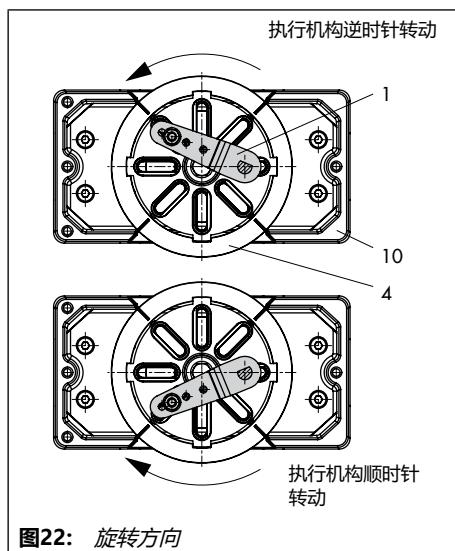

图22：旋转方向
2. 将耦合轮 (4) 以平坦侧朝向执行机构放置在从动夹具 (3) 上。参考图22对准插槽，使其在阀门处于关闭位置时与旋转方向匹配。
3. 使用螺钉 (4.1) 和碟形弹簧 (4.2) 将耦合轮 (4) 和从动夹具 (3) 牢固地固定在执行机构轴上。
4. 将底部成对支架 (10.1) 固定在执行机构外壳上，使其折弯朝向内侧或外侧（具体取决于执行机构的尺寸）。调整顶部成对支架位置 (10) 并予以固定。
5. 在定位器上安装连接板 (6) 或带压力表的压力表支架 (7)，确保两个密封件正确就位。双作用无弹簧角行程执行机构需使用位于定位器壳体连接端的反向放大器（参见小节 5.9）。
6. 从定位器的 M 操纵杆 (1) 上拧下标准从动销钉 (2)。使用安装套件中随附的金属从动销钉 ( $\varnothing 5 \text{ mm}$ ) 并置于  $90^\circ$  销钉位置孔内拧紧。
7. 将定位器放置在顶部支架 (10) 上并加以紧固。考虑执行机构的旋转方向并调节操纵杆 (1)，使其从动销插入到耦合轮 (4) 的插槽中（图22）。当执行机构处于其旋转角度的一半时，必须确保操纵杆 (1) 与定位器的长边平行。
4. 使用螺钉 (4.1) 和蝶形弹簧 (4.2) 将耦合轮 (4) 固定在有槽的执行机构轴或适配器 (3) 上。
5. 从定位器的 M 操纵杆 (1) 上拧下标准从动销钉 (2)。将安装套件中所包含的从动销钉 ( $\varnothing 5$  mm) 连接到  $90^\circ$  销钉位置。
6. 在定位器上针对所需的 G  $\frac{1}{4}$  连接螺纹安装连接板 (6) 或带压力表的压力表支架 (7)，确保两个密封件 (6.1) 正确就位。双作用无弹簧角行程执行机构需使用位于定位器壳体连接端的反向放大器（参见小节 5.9）。
8. 将定位器放置到外壳 (10) 上并用螺钉固定。考虑执行机构的旋转方向并调节操纵杆 (1)，使其从动销插入到正确的插槽中（图22）。